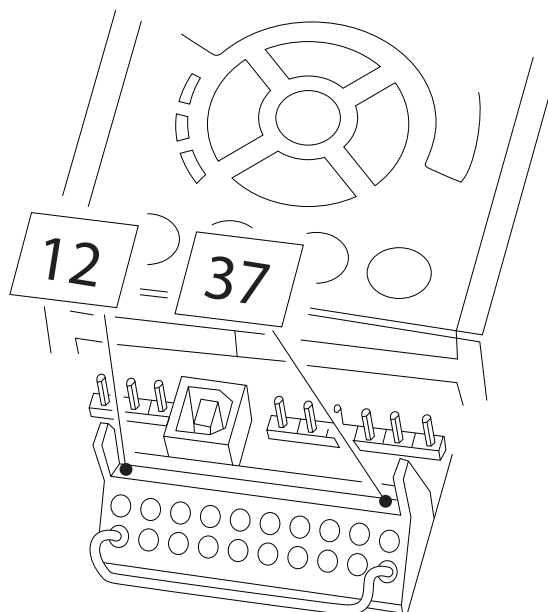

Ilustración 2.4 Puente de conexión entre el terminal 37 y la entrada de 24 V CC
1. El puente (conexión) entre el terminal 37 y la entrada de 24 V CC debe eliminarse. No basta con cortar o romper la conexión en puente. Elimínela completamente para evitar un cortocircuito. Consulte el puente en *Ilustración 2.4*.